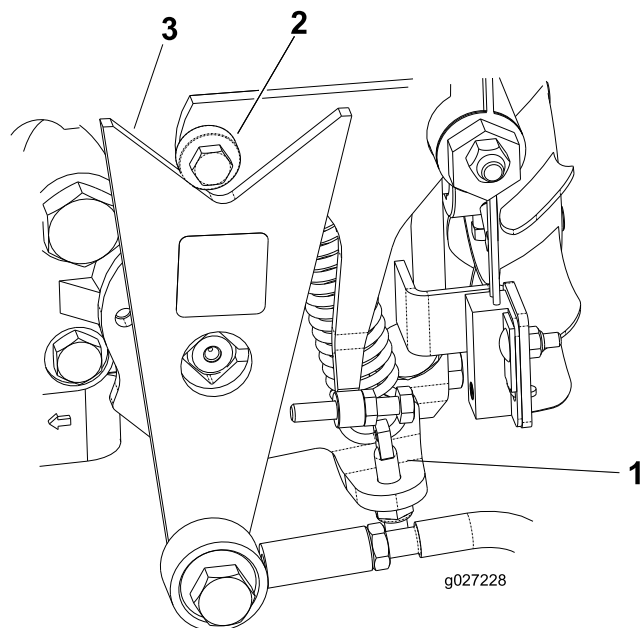

图 49
- 如果车轮的旋转方向正确请关闭发动机并调节弹簧调节销锁紧螺母图 49。调节驱动空档位置请参阅 将牵引驱动装置调至空档 (页码 28)。